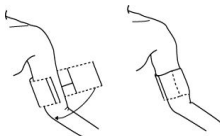

Figure 4.2.1 Application du brassard
2. Appliquez le brassard sur le bras du patient en suivant les instructions ci-dessous (Figure 4.2.1).